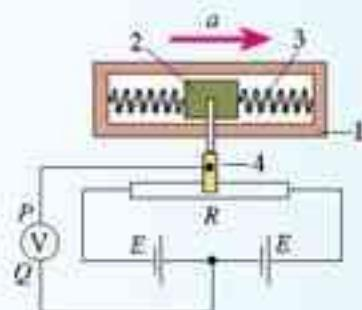

图6.2-11 自制加速度计
2. 某同学设计了一个加速度计，如图6.2-11所示。具有一定质量的滑块2可以在光滑的框架1中平移。滑块两侧用弹簧3拉着；R为滑动变阻器。4是滑动片，它与电阻器任一端间的电阻值都与它到远端的距离成正比。这个装置实际上是一个加速度传感器。